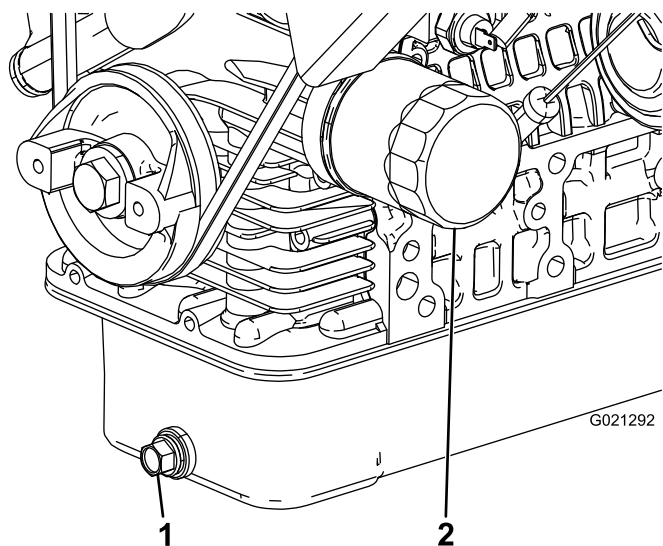

Figura 45
2. Togliere il tappo di spurgo e lasciare defluire l'olio in una bacinella (Figura 45).
4. Togliete il filtro dell'olio (Figura 45).